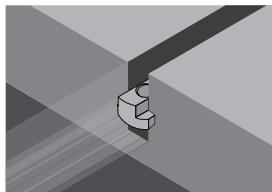

図1
2. 図1の向きを確認しながら、中央のトラック開口部からTナットを1つずつ挿入します。